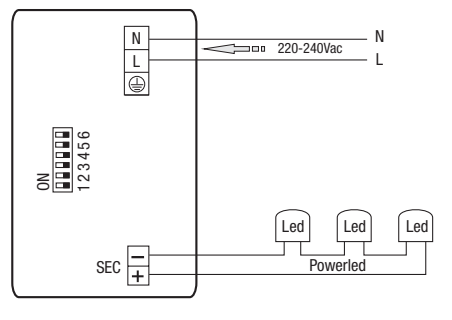

Fig. 2 - RN9168 - Réglage avec signal 0-10Vdc
- A - Fonction 0-10Vdc (S10) - DIM34... (R) - Fig. 2 -** Via signal de contrôle 0-10Vdc